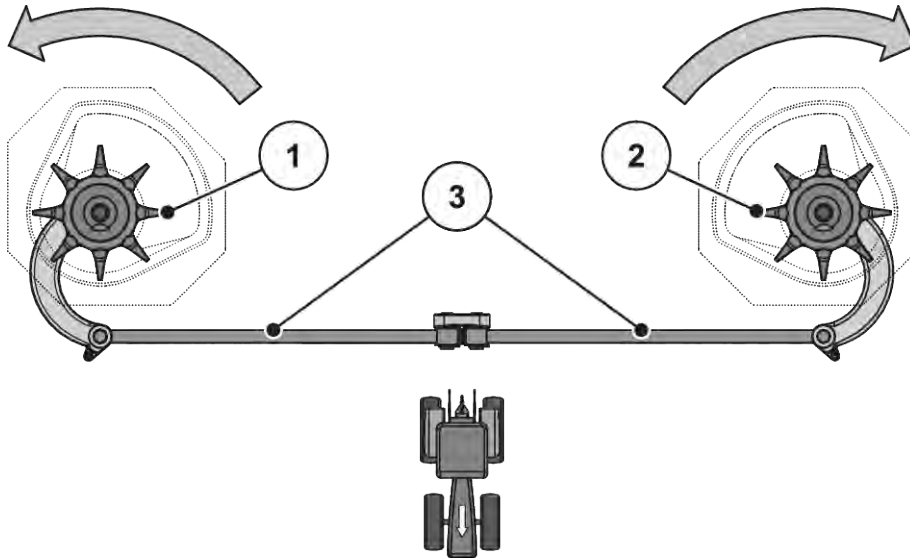

Fig. 55: Kontrol af røreværksdrevet
- Drej rørehovedet med hånden i **spredeskivens rotationsretning**. Se Fig. 55 Kontrol af røreværksdrevet.
- Drej rørehovedet med hånden eller ved hjælp af et oliefilterbånd kraftigt **mod spredeskivens rotationsretning**. Se Fig. 55 Kontrol af røreværksdrevet